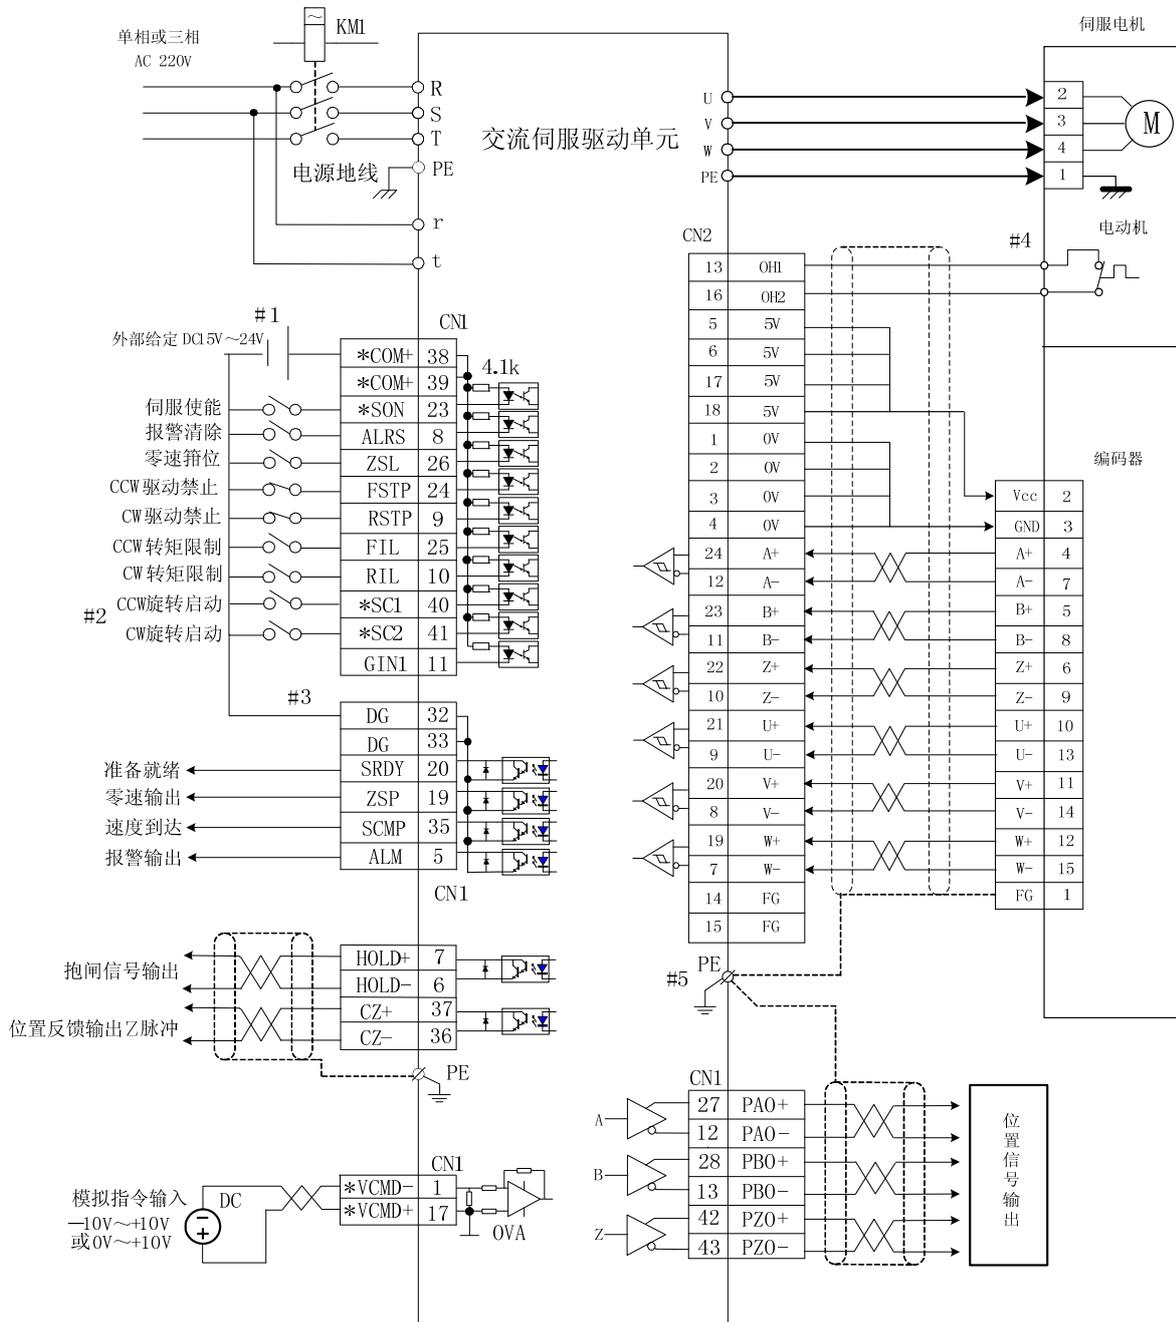

图 3.7 速度方式接线
- #3: DG为输出公共端，请与输出信号的电源地相连接，参照3.3.3。推荐输入与输出使用同一电源，如图3.7所示。